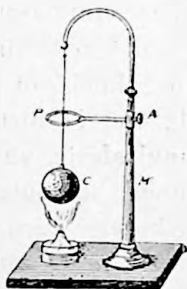

Fig. 1
**Experiență.** Luăm o sferă de oțel sau de aramă *c* (fig. 1), atârnată printr'un lănișor la un suport *M*. Această sferă poate să treacă prin inelul *P*, care se poate ridica și lăsa pe suport cu ajutorul șurubului *s*. Încălzim cu ajutorul unei lămpi cu spirt sau cu un bec de gaz, sfera *C*. După 2—3 minute încercăm să trecem din nou sfera *C* prin inelul *P* și vom vedea că nu se poate căci sfera *C* s'a mărit sub acțiunea căldurii. Dacă însă vom încălzi în acelaș timp cu sfera și inelul, vom observa că sfera poate trece în acest caz prin inel, ceea ce dovedește că și inelul s'a mărit. El se mărește ca și cum ar fi plin. Din această experiență învățăm că un corp când e încălzit se mărește. *Mărirea volumului corpului* se numește *dilatare*. Orice corp solid care are locuri goale, se dilată ca și cum ar fi plin. Un balon de sticlă de ex. se dilată ca și cum ar fi masiv de sticlă.